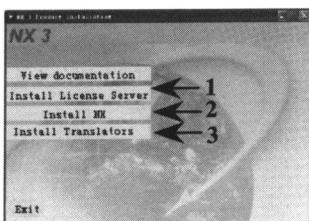

图 1-1 安装界面
(1) 将 UG NX 3 安装光盘放进光驱，在光盘中找出许可证文件 ugnx3.lic 的所在位置，然后复制到硬盘中。
(2) 用写字板打开 ugnx3.lic 文件，将文件开头第一行 SERVER 《name》 ANY 27000 中的《name》改为主机名，然后保存退出。
(3) 让光盘自动运行，出现如图 1-1 所示安装界面，按顺序选择安装。